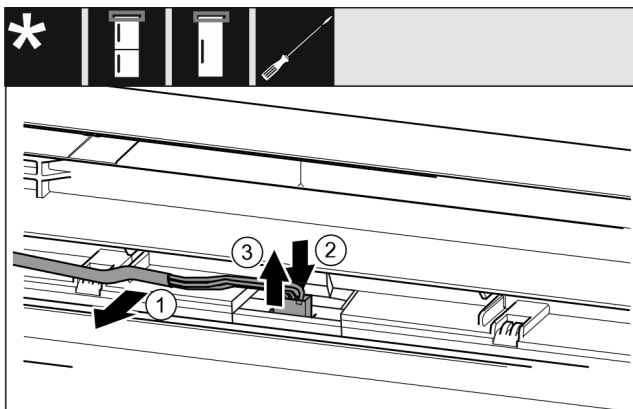

Fig. 24 制冷/冷冻组合/冰柜/冰箱\*
- ▶ 将电缆 Fig. 24 (1)小心地从门内的导向装置上松开。\*
- ▶ 向后按住插头后方的接片 Fig. 24 (2)。\*
- ▶ 小心地向上拉出插头 Fig. 24 (3)。\*